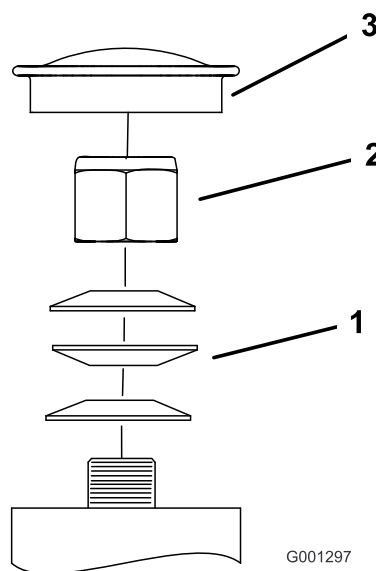

Figura 62
3. Retire el tapón anti-polvo de la rueda giratoria y apriete la contratuerca (Figura 62).
4. Apriete la contratuerca hasta que las arandelas de muelle estén planas, luego afloje 1/4 de vuelta para establecer la pre-carga correcta de los cojinetes (Figura 62).
Importante: Asegúrese de que las arandelas de muelle están correctamente instaladas, según se muestra en Figura 62.
5. Coloque el tapón anti-polvo (Figura 62).